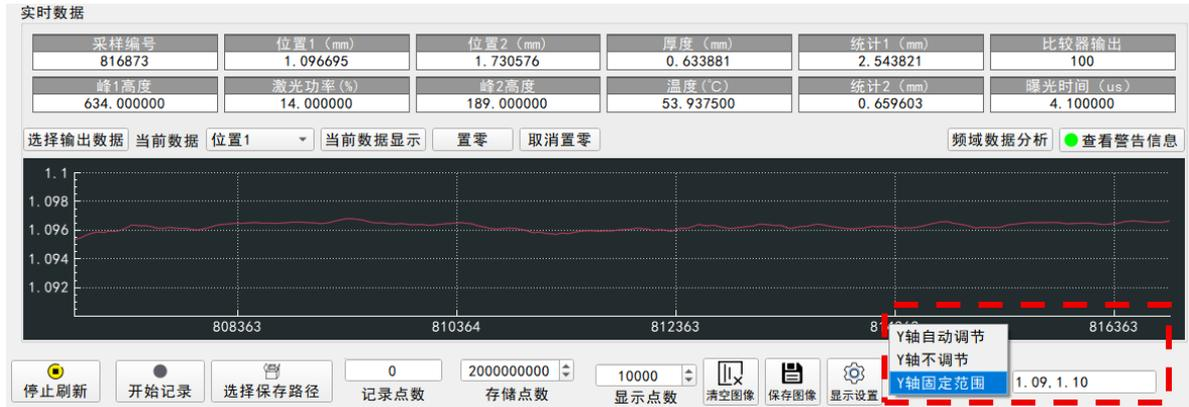

图 5-5 实时数据窗口
- Y 轴自动调节/Y 轴不调节/Y 轴固定范围，选择“Y 轴自动调节”时，数据图窗自动调整“当前数据下拉列表框”中数据到图窗可显示范围内；选择“Y 轴不调节”时，用户可通过鼠标对数据图窗进行缩放；选择“Y 轴固定范围”时，可自由设置窗口中 Y 轴可显示范围的起终点，例如图 5-5 中的：1.09,1.10（英文逗号）。